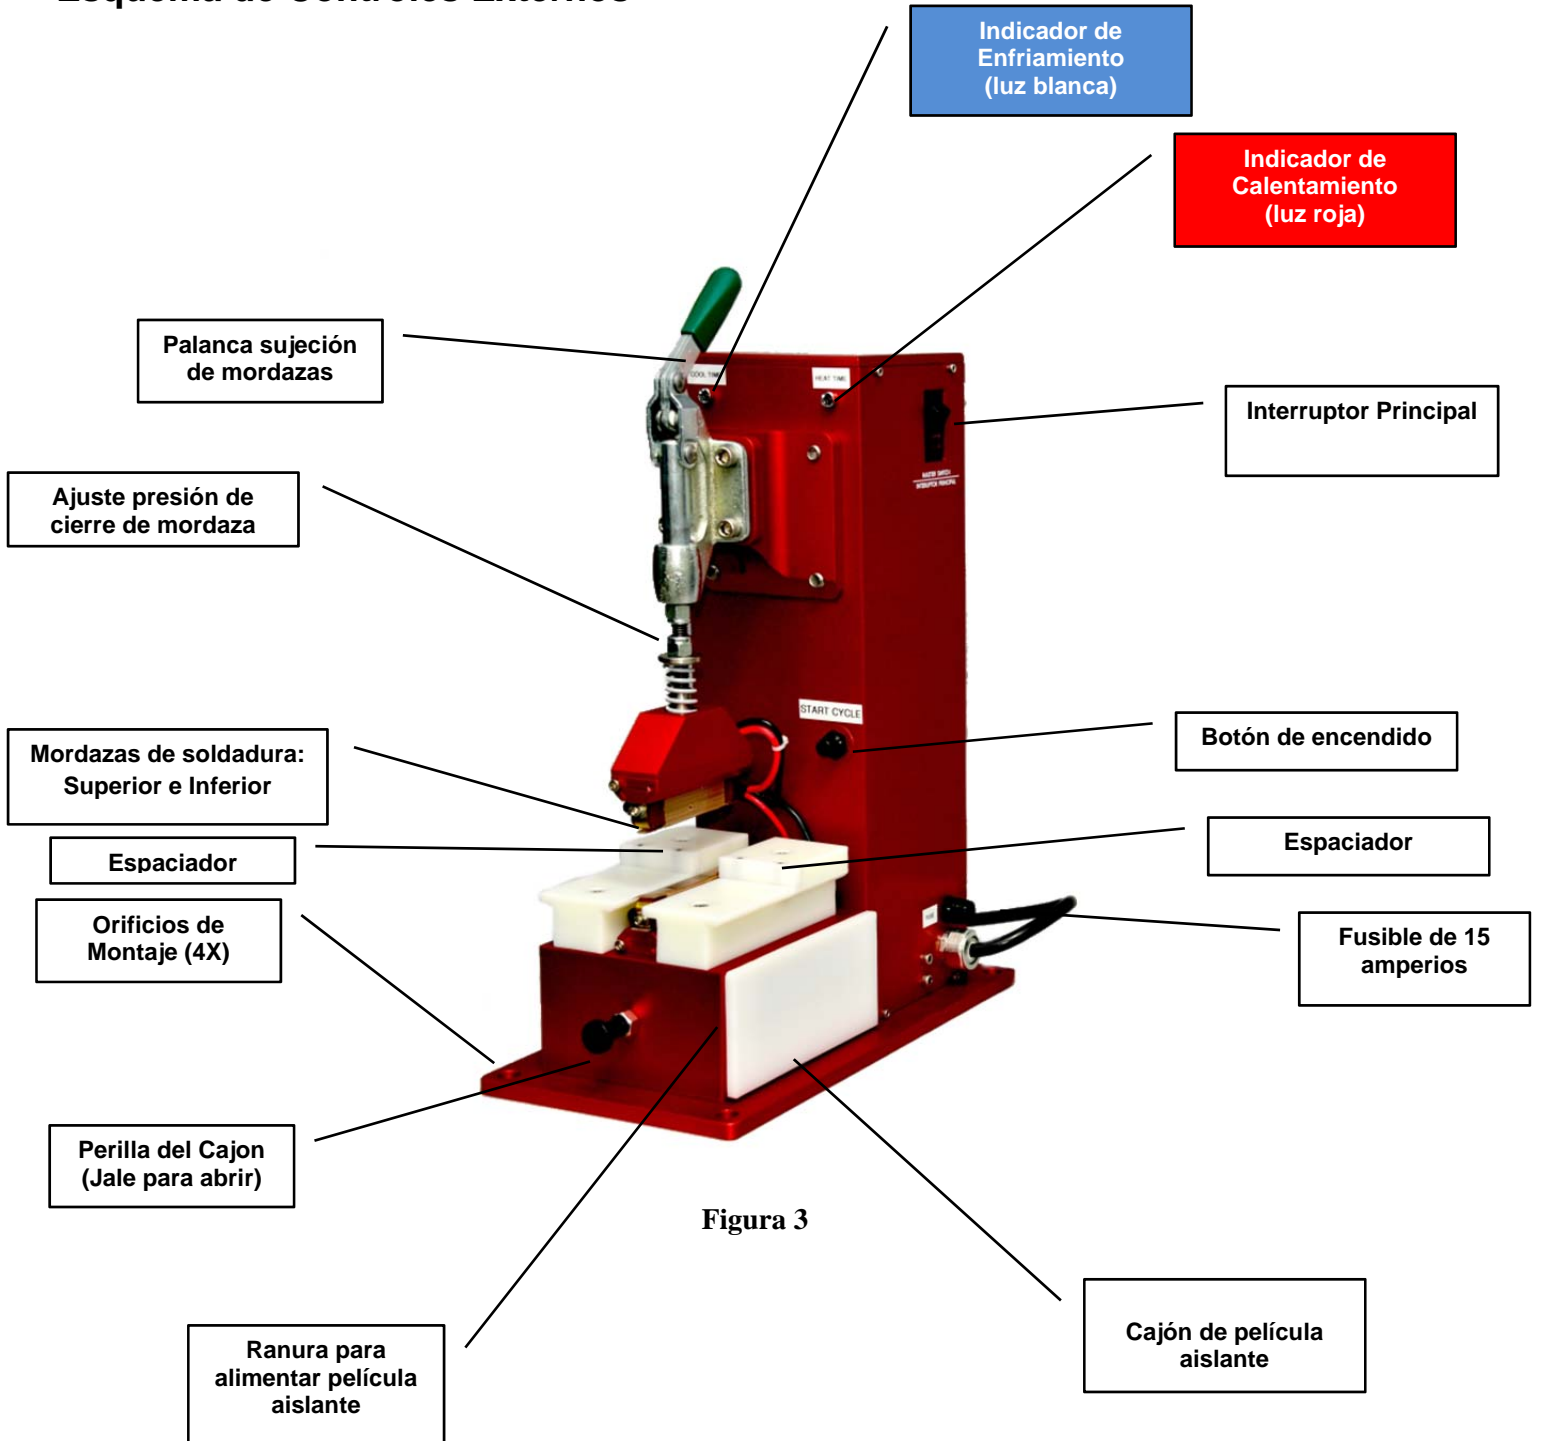

Figura 3
7. Active la mordaza de soldadura presionando el botón de encendido, “*Start Cycle*” (véase Figura 3).
8. El inicio del ciclo de soldadura será indicado al encenderse el Indicador de calentamiento, la luz roja (véase Figura 3), y permanecerá encendida durante el ciclo de soldadura seguido por el ciclo de enfriamiento (véase Figura 4).